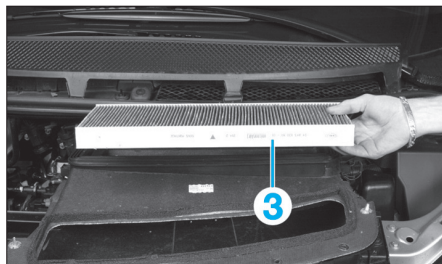

Fig. 2
- Sortir le filtre (3) (Fig.2).